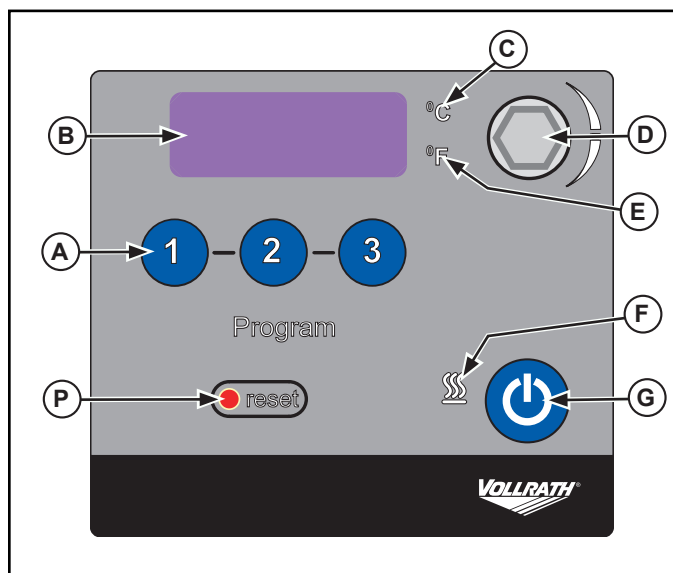

Figura 1. Parte delantera del panel de control.
- Para ajustar las temperaturas prefijadas definidas por el usuario: Con la unidad encendida pulse el botón (A) de la temperatura prefijada deseada, 1, 2 o 3. En el visor (B) comenzará a parpadear un número decimal y aparecerá el ajuste anterior. Consulte la Figura 1.
- Gire la perilla de selección/ajuste (D) hasta llegar a la temperatura deseada que se muestra. Tras llegar al ajuste deseado pulse la perilla de selección/ajuste (D) por segunda vez. Pulse el botón (A) de la temperatura prefijada deseada para guardar la temperatura correspondiente a dicho botón.
- Mantenga pulsada la perilla de selección/ajuste (D) hasta que el visor (B) muestre "LLO" (unos 10 segundos) luego suéltela. Consulte la Figura 1. Durante el bloqueo, el punto decimal del valor predeterminado no destella.
- Mantenga pulsada la perilla de selección/ajuste (D) hasta que el visor (B) muestre "LLO" (unos 10 segundos) luego suéltela para desbloquear los controles. Al estar desbloqueados, el visor (B) muestra "CAn".
Si el nivel del agua desciende por debajo del calentador, el termostato de seguridad se activará y desconectará el suministro proveniente del calentador y la bomba. El visor (B) mostrará "FLt 3". Deje que se enfríe y pulse el botón de reinicio (P). Consulte la Figura 1.